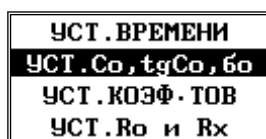

Рисунок 36
6.4.4.8 Пункт «УСТАНОВКА  $C_0$ ,  $tgC_0$ ,  $\delta_0$ » (рисунок 36) позволяет проконтролировать и устанавливать параметры эталонной емкости и углов сдвига фаз. При этом, обозначение  $tgC_0$  подразумевает именно тангенс угла потерь образцового конденсатора,  $\delta_0$  – поправку углов сдвига фаз « $\delta_0$ » и « $\delta_{X0}$ » для внешних цепей.